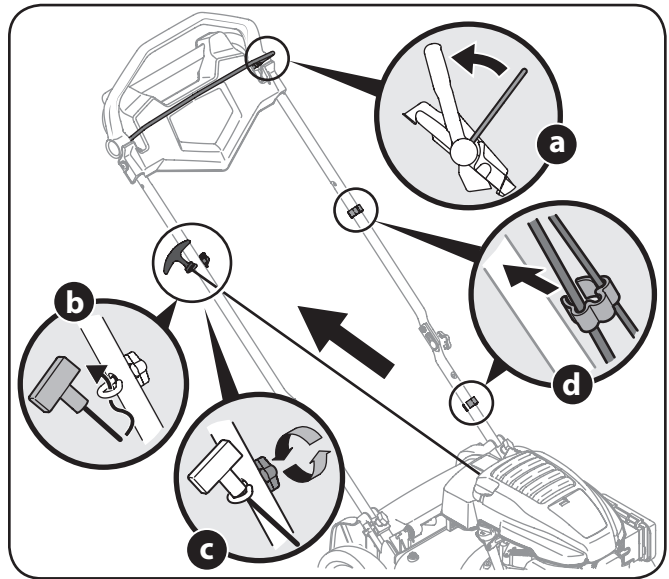

Figure 3-6
4. Le guide-câble est fixé sur le côté droit de la poignée supérieure. Desserrez l'écrou papillon qui fixe le guide-câble à la poignée. Voir Figure 3-6.
- b. Tirez lentement la poignée de la corde de démarrage située sur le moteur, puis glissez la corde de démarrage dans le guide-câble. Voir Figure 3-6.